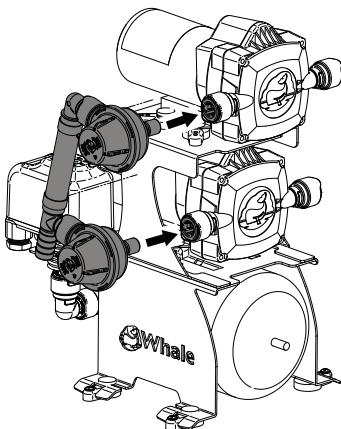
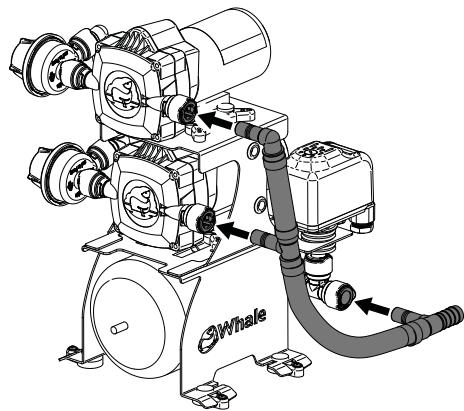

Figura 5a Attacco dell'entrata
Figura 5b Attacco dell'uscita
7. Istruzioni per l'installazione	Figura 5A Figura 5B
Attaccare le tubazioni di entrata al lato di entrata delle pompe (figura 5A). Assicurarsi di sentire un doppio clic nei 2 raccordi a connessione rapida. Attaccare le tubazioni di uscita al lato di uscita delle pompe (figura 5B). Assicurarsi di sentire un doppio clic nei 3 raccordi a connessione rapida.